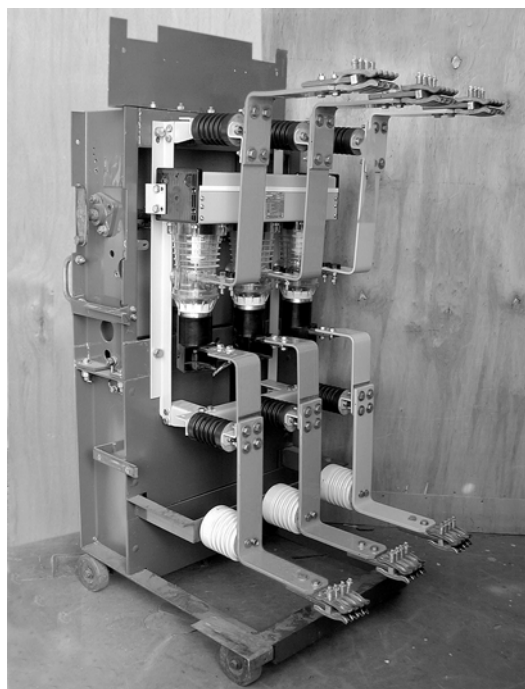

Рисунок 19
- Закрепить раму с ВВ на корпусе (раме) ВЭ (рис. 19).